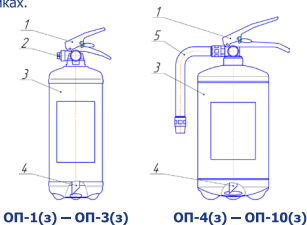

Рисунок 1
2.1 Конструкция огнетушителей на рис. 1. Огнетушители состоят из корпуса 3, в горловину которого ввернуто ЗПУ 1 с сифонной трубкой 2. К выходному отверстию ЗПУ огнетушителей ОП-1(з) – ОП-3(з) подсоединяется сопло 2, а в ОП-4(з) – ОП-10(з) распылитель 5. Индикатор давления на ЗПУ оснащен фильтрующим элементом, который обеспечивает изоляцию огнетушащего вещества (ОТВ) от индикатора.